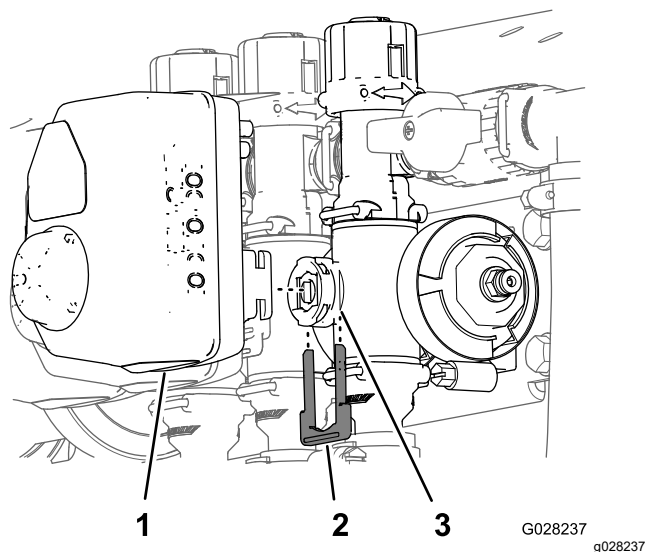

図 112
3. アクチュエータを散布量制御用、攪拌、マスターブーム、または個別ブームバルブ用のマニホールドバルブに固定しているリテーナを外す 図 112。